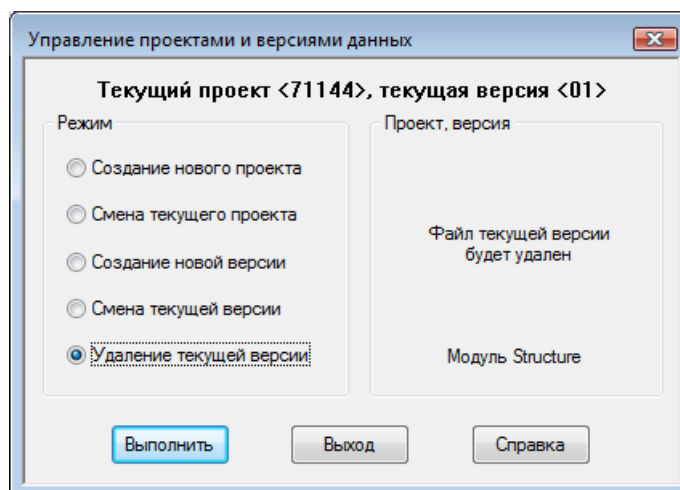

Рисунок 32. Удаление текущей версии данных
- в области **Режим** включить переключатель **Удаление текущей версии** (рисунок 32);